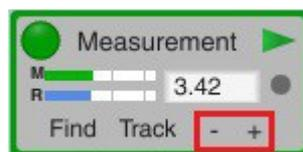

Figura 23: Ajuste del Retardo de Propagación para obtener una curva de fase no truncada.
5.- Ajustamos los niveles de los dos canales de entrada para que se igualen y no saturen. Los vúmetros de estos canales son los que se pueden ver en la figura 23 llamados *M* y *R* (por "Measurement" y "Reference"), y se recomienda que lleguen a la zona amarilla. Por *M*, que es el canal izquierdo, tiene que entrar la Señal Medida y por *R*, que es el canal derecho, tiene que entrar la Señal de Referencia.